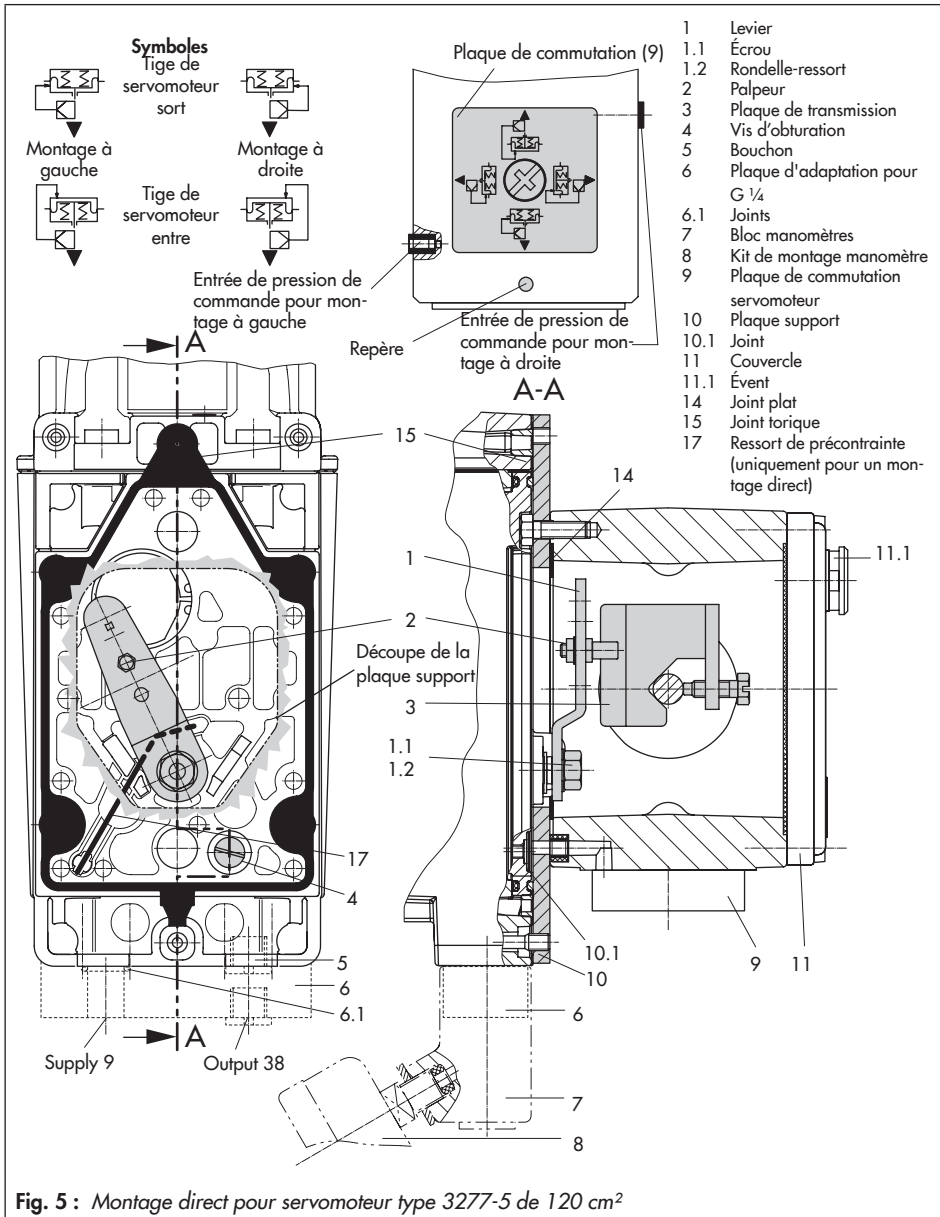

Fig. 5 : Montage direct pour servomoteur type 3277-5 de 120 cm²
1. Identifier le symbole en fonction de la position de sécurité requise et de la situation de montage selon la Fig. 5 "Symbole" :
2. Aligner la plaque de commutation (9) avec le symbole correspondant sur le repère et la monter sur l'arcade du servomoteur.
3. Monter éventuellement le bloc manomètres (7) avec les manomètres ou, si un raccord taraudé G 1/4 est requis, la plaque de raccordement (6), en s'assurant que les deux joints (6.1) sont positionnés correctement.
4. Dévisser la vis d'obturation (4) à l'arrière du positionneur et obturer la sortie de pression de commande "Output 38" du positionneur (ou du bloc manomètres (7) ou de la plaque de raccordement (6)) avec le bouchon (5) livré en tant qu'accessoire.
5. Placer la plaque de transmission (3) sur la tige de servomoteur en vérifiant que la vis de fixation est positionnée correctement dans la rainure de la tige de servomoteur.
6. Fixer la plaque support (10) sur le servomoteur de sorte que la partie étroite de la découpe (Fig. 5, à gauche) soit orientée vers les raccords pneumatiques du positionneur et que le joint plat (14) collé se trouve du côté de l'arcade.
7. **Course 15 mm** : le palpeur (2) reste en position 35 (réglage d'usine) sur le levier M (1) placé à l'arrière du positionneur.